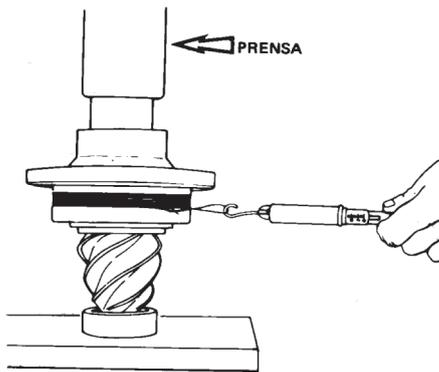

Figura 83
- E. Anote o valor registrado com a caixa em rotação e não o valor de partida (Figura 83);